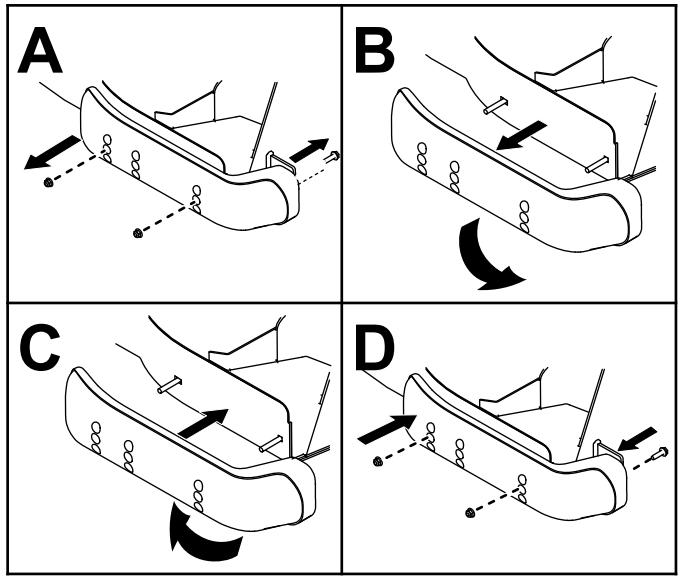

Figura 135
5. Retire os patins das laterais da plataforma do cortador (Figura 135).
6. Troque os patins e instale-os utilizando os parafusos previamente removidos (Figura 135).